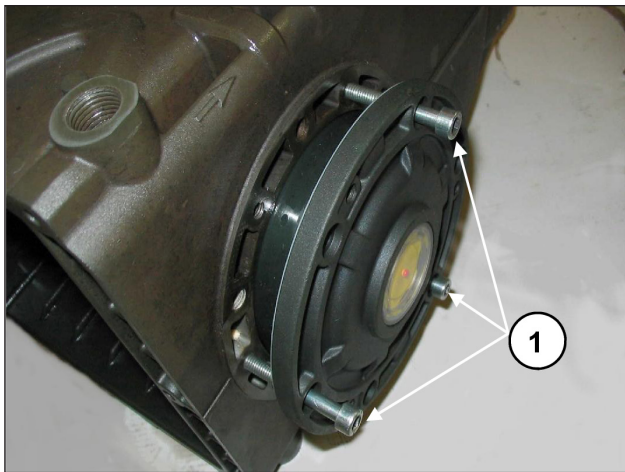

Abb. 8
Um das Einführen des ersten Pleuelstanges und das Einsetzen der Pleuelstange am Pleuelstange zu erleichtern, sollten Sie 3 Schrauben M6 x 40 mit Teilgewinde (Abb. 8, Pos. ①) zu Hilfe nehmen und den Vorgang dann anhand der mitgelieferten Schrauben (M6x18) abschließen.